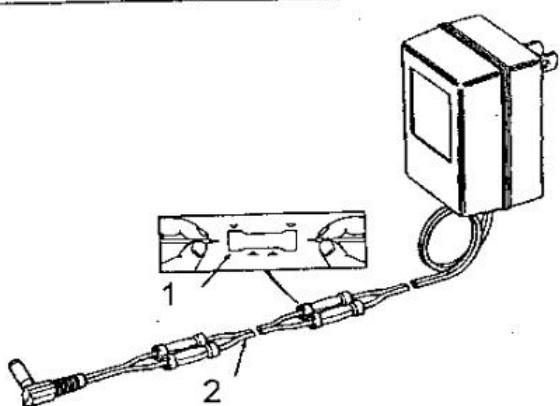

Рис. 7.
2. Вставить зачищенный конец в соединительную муфту и зажать его. Для большей надежности каждый провод зажимается дважды, как показано на рис. 7. Соединительные муфты и дополнительный шнур фирмой не поставляются. Их можно приобрести в магазинах электротоваров.
б) Аккуратно перевести ручку со стрелкой в направлении против часовой стрелки до середины позиции "Fast Rinse Regil" ("Быстрая промывка/наполнение") и задержать ее в этой позиции до тех пор, пока воздушный затвор не заполнится водой, и вода не потечет через рассольную линию в рассольный бак. Положение ручки следует сохранять в установленной позиции не менее 1-2 минут (рис. 7).